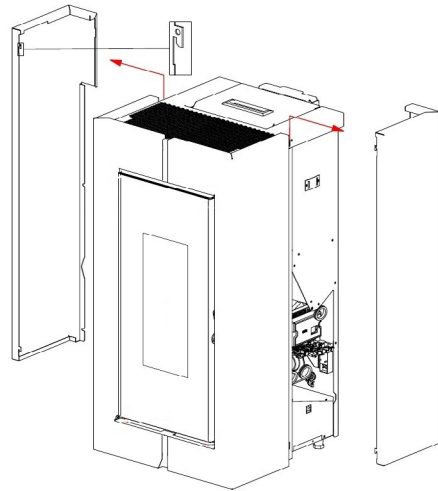

Fig. 48 - Aushaken der Seiten
- Die hinteren Seiten aushaken (siehe **Fig. 48 a pag. 26**).